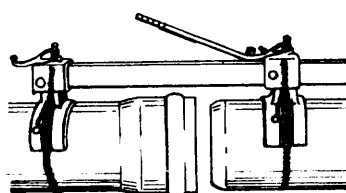

Fig. 3
*LLAVE PARA ACOPLAR TUBERÍAS DE PLÁSTICO (fig. 3)*